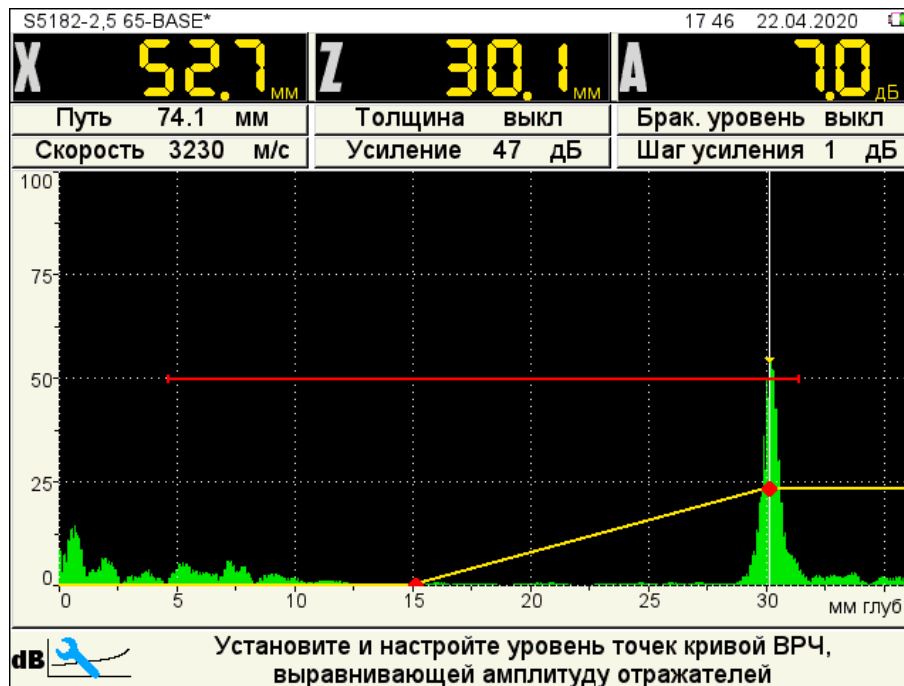

Рисунок 54
– клавишей изменения усиления поднять усиление в данной точке таким образом, чтобы сигнал от контрольного отражателя достиг красного строба (рисунок 54);